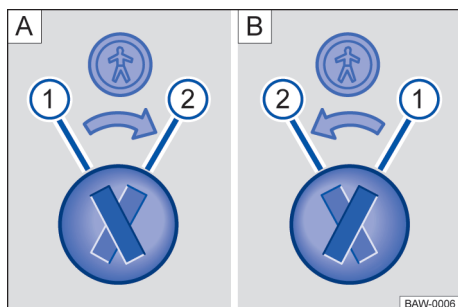

Fig. 47 Trava de segurança para crianças: [A] porta traseira esquerda, [B] porta traseira direita.
Legenda para → Fig. 47:
- Introduzir a haste da chave na ranhura da trava de segurança para crianças para ativar ou desativar → Fig. 47.